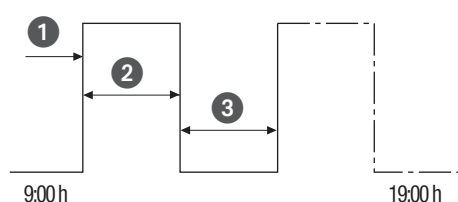

Fig. 33: Commutation de cycle
- (Fig. 33/①) heure de démarrage
- (Fig. 33/②) durée MARCHE = commutation MARCHE
- (Fig. 33/③) durée ARRÊT = commutation ARRÊT